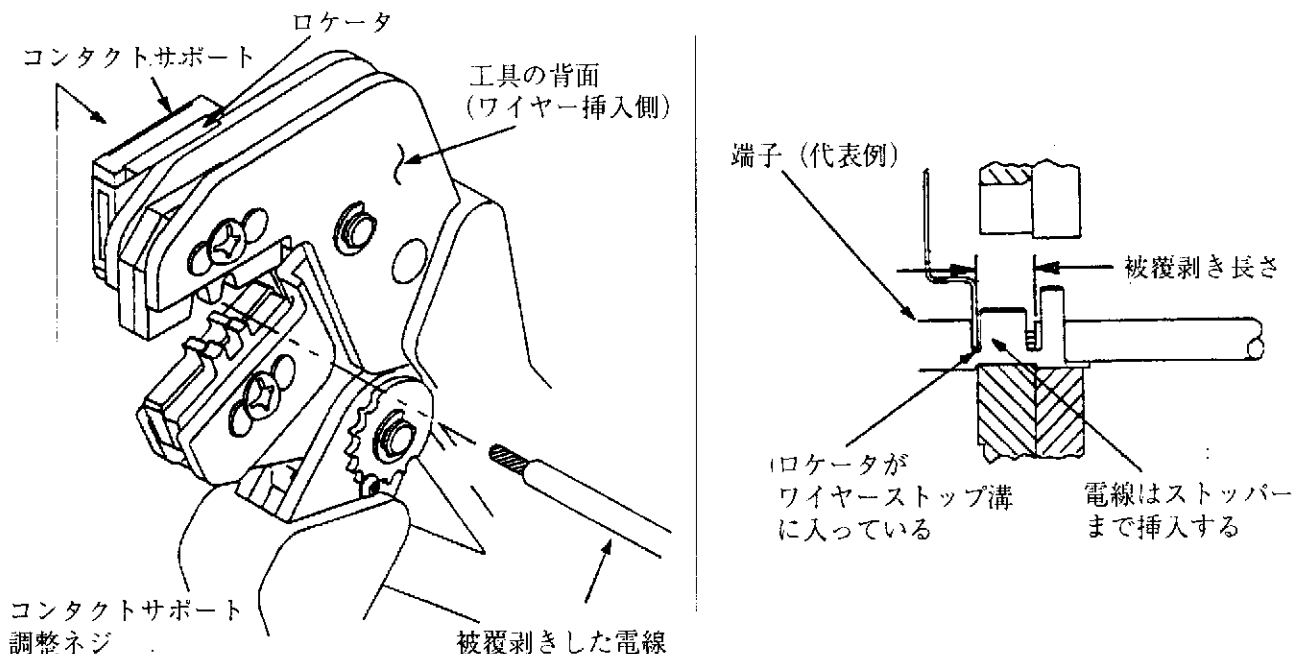

Fig. 3
4. コンタクトサポートの調整 (Fig. 3)
Fig. 1 を参照し、使用する電線の電線サイズ、被覆外径を選択して下さい。また、Fig. 1 に示された長さに従って電線を被覆剥き（ストリップ）して下さい。この際電線に傷を付けたり心線を切らないように注意して下さい。適用する端子を選び、工具に刻印されたマークに従って正しい圧着位置を決定します。Fig. 3 を参照し、以下の手順で圧着して下さい。
3. 端子の位置決めをします。勘合側がロケータ側に来て、バレルの”U”字が上を向くようにして端子をアンビルの上に置きます。Fig. 3 を参照して下さい。ロケータがワイヤバレルの先端に当たるようにします。
- 被覆剥きした電線を端子のバレル部に挿入します。Fig. 3 に示す様にストッパーに当たるまで挿入して下さい。